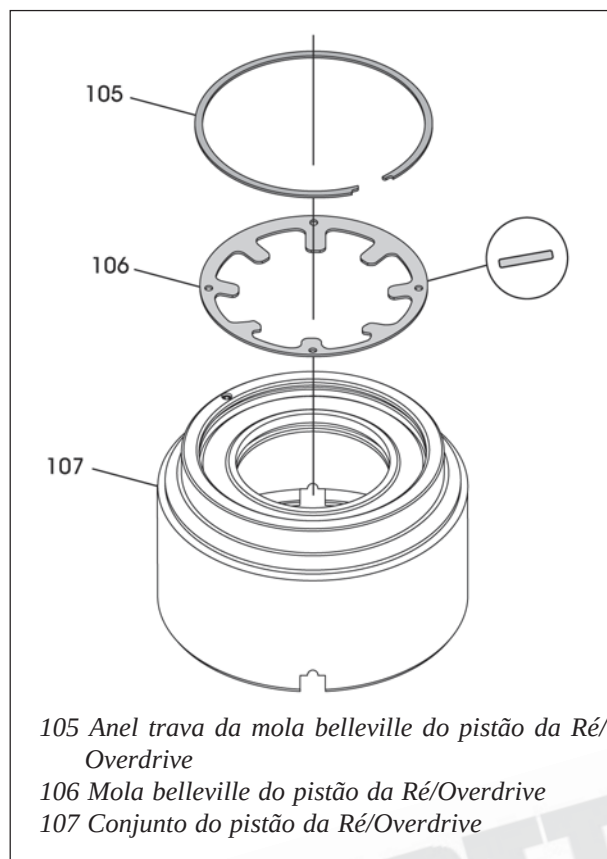

Figura 178
9. Instale a placa belleville do pistão das embreagens Ré e Overdrive e o seu anel trava na direção mostrada na figura 178.